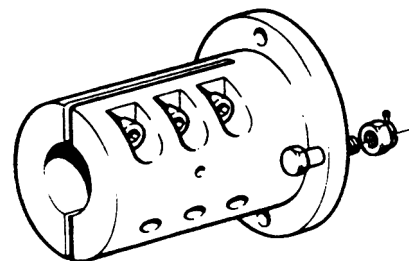

Fig 31.
- Demontera samtliga hjälpmedel och anslut axeln slutgiltigt till backslagsflänsen resp flexibla kopplingen. Vid anslutning av axeln kan Volvo Penta klämkoppling med fördel användas (fig 31). Denna monteras enligt medföljande monteringsanvisning.